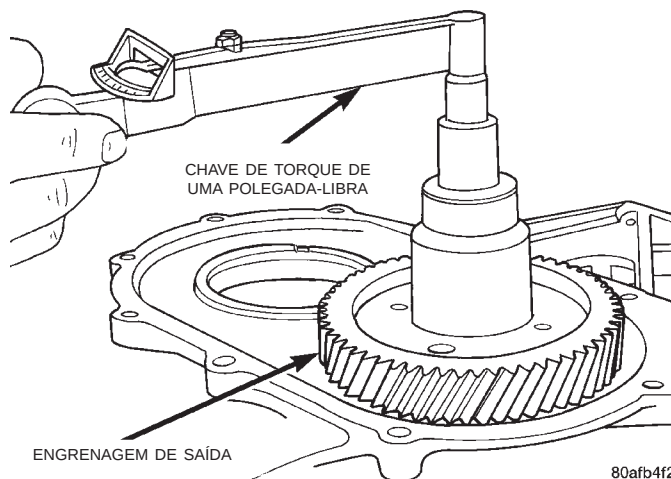

Fig. 228 Verificação do Torque de Giro dos Rolamentos da Engrenagem de Saída
(10) Utilizando uma chave de torque de uma polegada-libra, verifique o torque de giro (Fig. 228). **O torque deve ficar entre 3 e 8 polegadas-libras.**